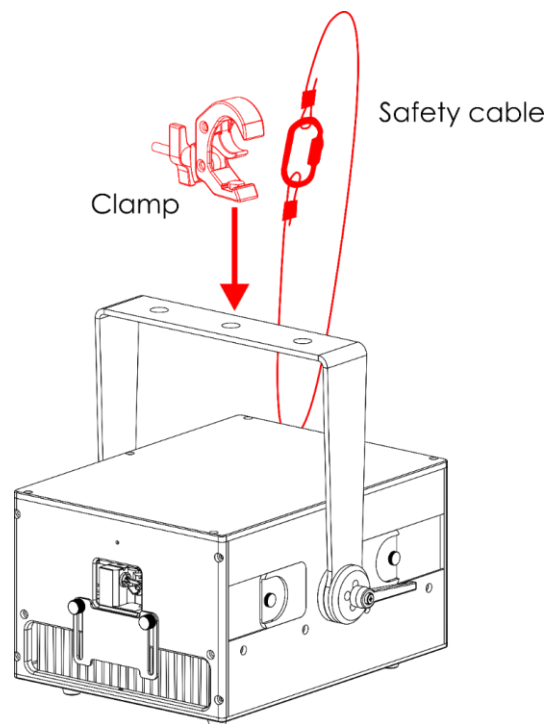

Fig. 10
- 01) Utilizzare un morsetto per fissare il dispositivo alla struttura di supporto, come mostrato nella Fig. 10. Accertarsi che il dispositivo non possa muoversi liberamente.
- 02) Fissare il dispositivo con una sospensione secondaria, ad esempio un cavo di sicurezza. Accertarsi che la sospensione secondaria sia in grado di sostenere 10 volte il peso del dispositivo. Ove possibile, la sospensione secondaria dovrebbe essere fissata a una struttura di supporto indipendente dalla sospensione primaria. Far passare il cavo di sicurezza nell'**occhiello di sicurezza (18)**, come indicato nella Fig. 10.